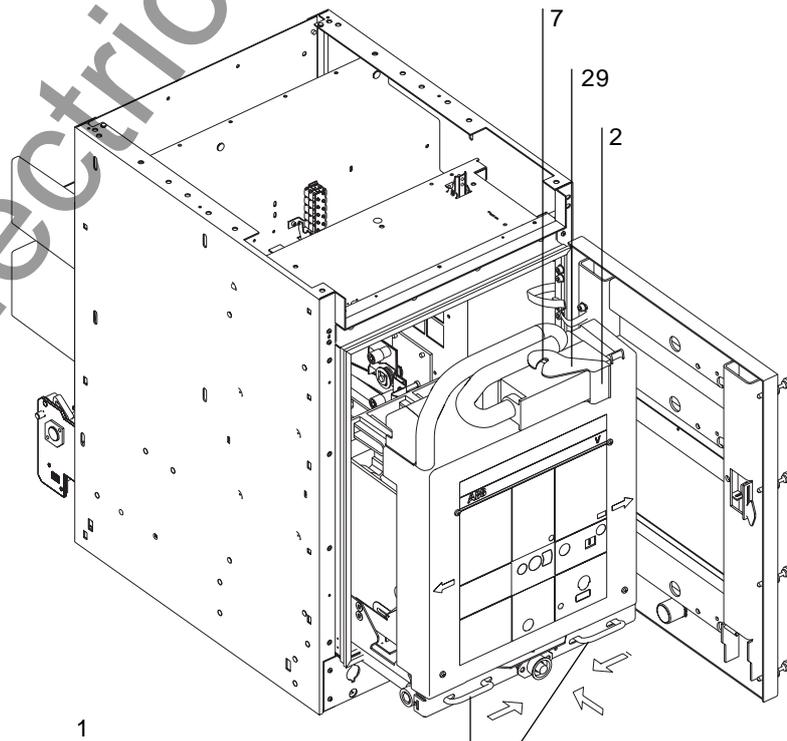
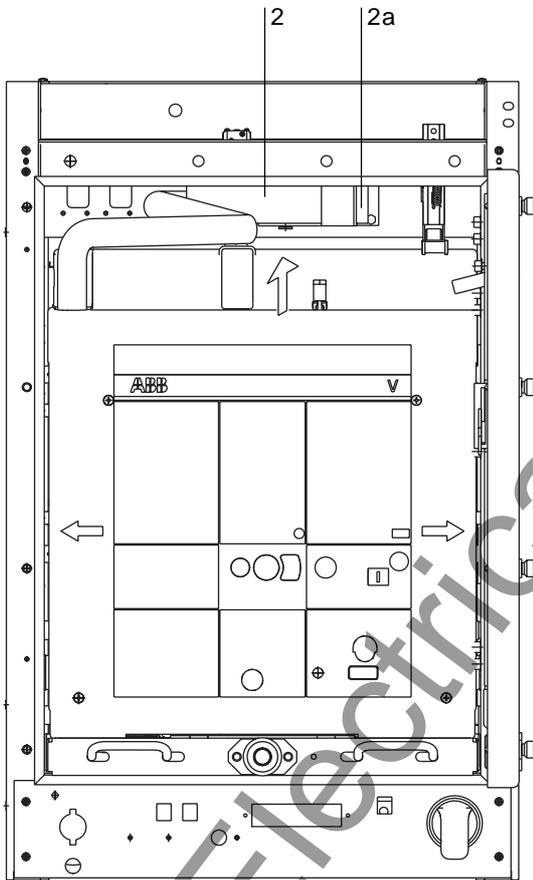
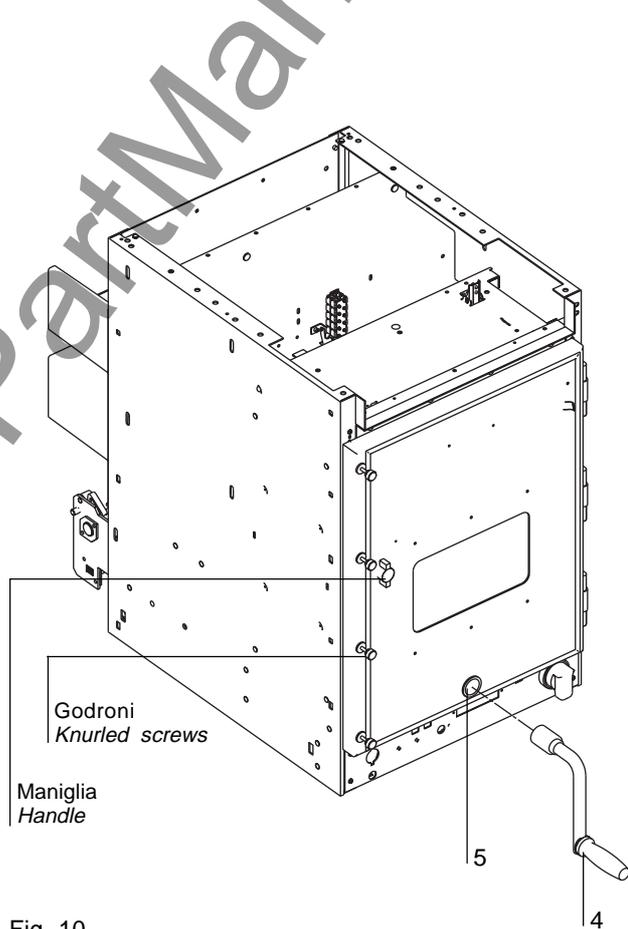

Fig. 8
Fig. 9
Fig. 10
- (1) *Passaggio da contattore estratto alla posizione di "sezionato"*
- Spingere manualmente il contattore senza forzare eccessivamente, finché si arresta (fig. 8)
- Spostare contemporaneamente le due maniglie (1) verso l'asse mediano del contattore e contemporaneamente spingere progressivamente tramite le maniglie il contattore verso il fondo del contenitore: lasciare libere le maniglie (1) e continuare l'inserzione manuale finché il contattore si blocca con le maniglie (1) che scattano lateralmente.
- (1) *Passing from contactor withdrawn to the "isolated" position*
- *Manually push the contactor in until it stops, without applying excessive force (fig. 8)*
- *At the same time, move the two handles (1) towards the median axis of the contactor and, simultaneously, push the contactor right into the back of the enclosure gradually by means of the handles: release the handles (1) and continue manual connection until the contactor locks into the handles (1) which click sideways.*
- Liberare il connettore mobile (2) dal piolo (7) (fig. 8) posto sulla sommità del contattore, inserito nella presa fissa del contenitore e premere la leva (2a) (fig. 9) contro il connettore mobile.
**Assicurarsi che la leva (2a) sia completamente premuta contro il connettore (2).**
3) *Passaggio dalla posizione di "sezionato in prova" a quello di "inserito" (fig. 10)*
- Inserire a fondo la leva (4) nel corrispondente innesto (5) sulla porta e ruotarla (in senso orario) finché il contattore è completamente inserito.
- Release the moving connector (2) from the latch (7) (fig. 8) placed on top of the contactor, inserted in the fixed socket of the enclosure, and press the lever (2a) (fig. 9) against the mobile connector.
**Make sure that the lever (2a) is fully pressed against the connector (2).**
(3) *Passing from the "isolated for test" position to the "connected" position (fig. 10)*
- fully insert the lever (4) in the corresponding coupling (5) on the door and turn it (clockwise) until the contactor is fully connected.
(1) *Passaggio dalla posizione di "inserito" a quella di "sezionato in prova" (fig. 10)*
- inserire a fondo la leva (4) nel corrispondente innesto (5) sulla porta del contenitore e ruotarla (in senso antiorario) finché il contattore si arresta.
**Lo sforzo normale applicabile alla leva (4) (fig. 10) è 260 N. In ogni caso lo sforzo massimo applicabile è 400 N.**
(1) *Passing from the "connected" position to the "isolated for test" position (fig. 10)*
- fully insert lever (4) into the corresponding coupling (5) on the door of the enclosure and turn it (anticlockwise) until the contactor stops.
**The normal force applied to the lever (4) (fig. 10) is 260 Nm. In any case, the maximum force which can be applied is 400 N.**